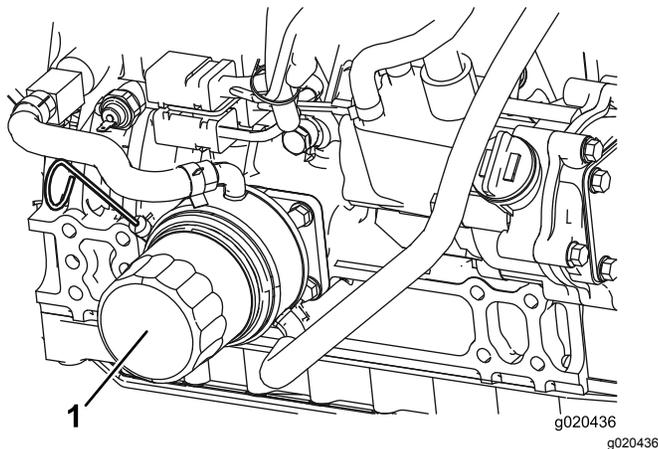

Figura 49
2. Togliete il filtro dell'olio (Figura 49).